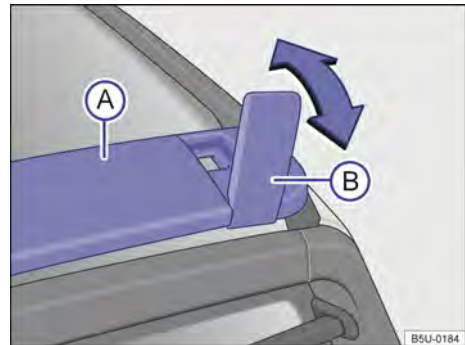

Fig. 163 No teto: travessa e suporte articulado.
Utilizar somente a travessa do teto → Fig. 163 (A) e os suportes articulados (B) como apoio para fixar os objetos com maior altura ou que não possam ser acomodados totalmente no assoalho do compartimento de carga → ⚠️